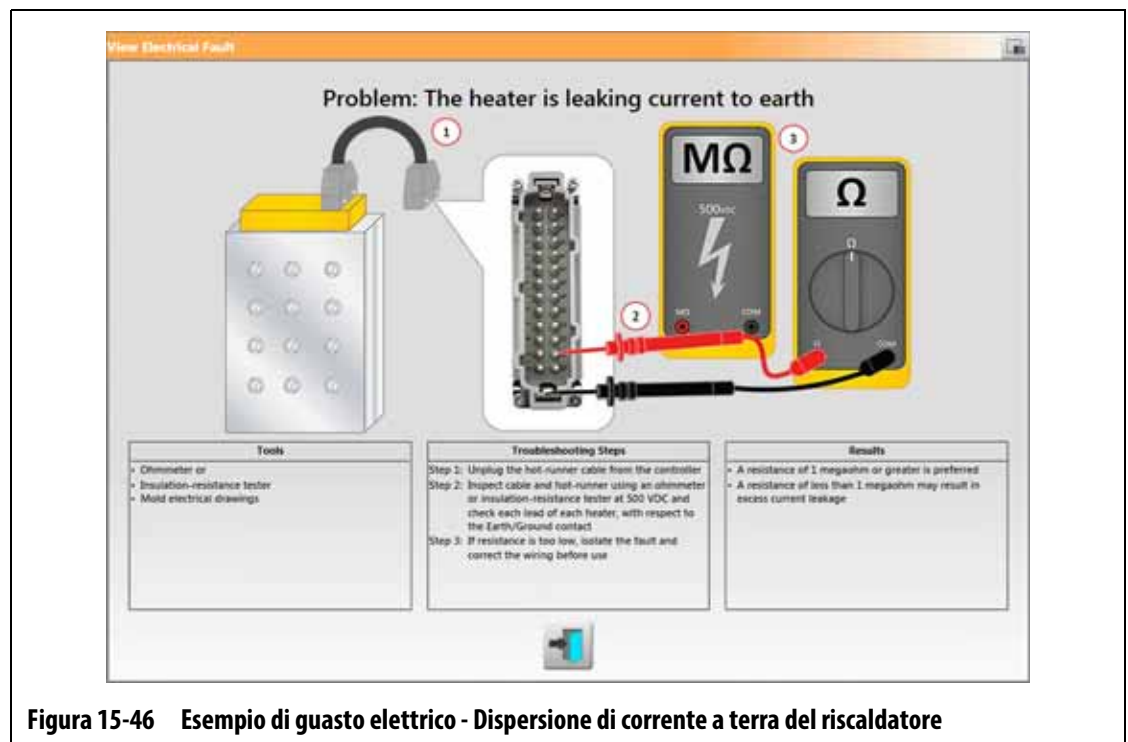

Figura 15-46 Esempio di guasto elettrico - Dispersione di corrente a terra del riscaldatore
- Vedi guasto elettrico: premere questo pulsante per visualizzare un'immagine che aiuti a risolvere il guasto. Inoltre, elenca una lista di strumenti da usare, passaggi di procedure e i risultati che si dovrebbero ottenere. Il pulsante Vedi guasto elettrico viene mostrato nella Figura 15-45. Consultare la Figura 15-46 per un esempio della finestra della procedura di risoluzione dei problemi per un guasto "Dispersione di corrente a terra del riscaldatore".